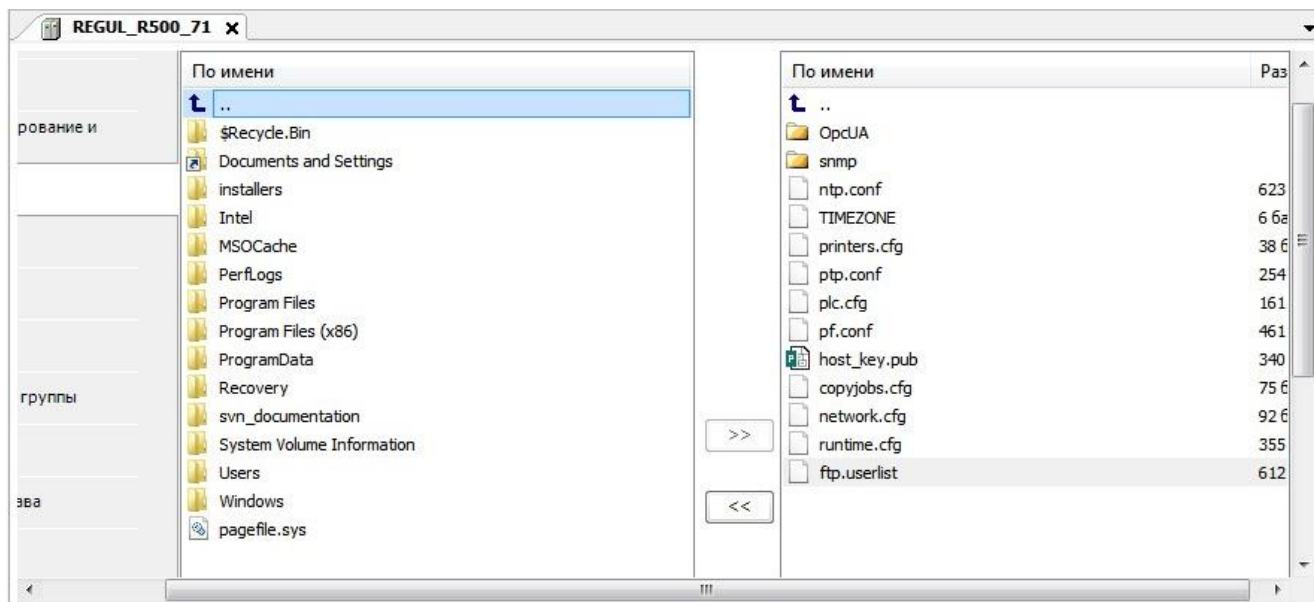

Рисунок 153 – Файл для конфигурирования учетных записей, расположенный в папке etc на контроллере
- на главной вкладке параметров устройства перейдите на вкладку **Файлы**. В области **Исполнение** нажмите кнопку  (**Обновить**). В окне отобразится дерево файлов, имеющихся на контроллере. Найдите папку **etc** (Рисунок 153);